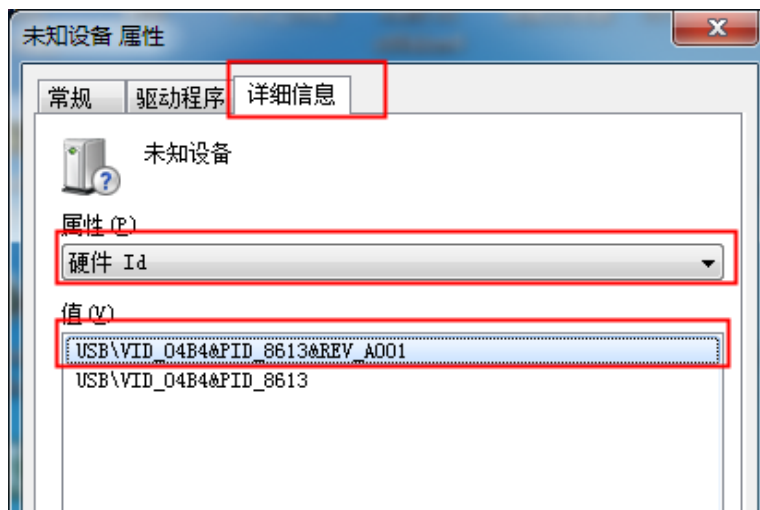

图 1.11 设备详细信息示意图
3. 我们选中该设备，点击鼠标右键，即可查看其详细信息，显示如下图 1.11 所示。在详细信息这一栏我，我们在属性的下拉表中选择“硬件 ID”，可以看到，其值为 USB\VID\_040B&PID\_8613，这就是我们的 USB2.0 模块的硬件 ID。